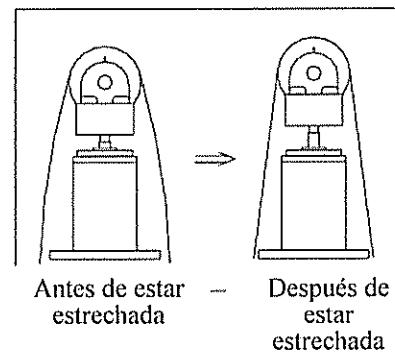

Figura 2-3
8. Antes de prender el eje motriz, asegure de que la manga de lijado sea estrechada por el disco de lijado (Figura 2-3).